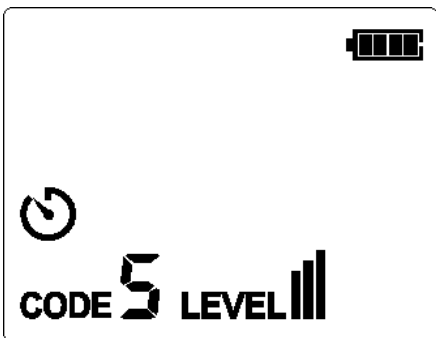

Abbildung 6.1.2a
2. Der Sender ist standardmäßig im eingeschalteten Zustand (Die Übertragung wird nicht vom Sender gestartet), drücken Sie kurz die START/STOP-Taste, um die Übertragung zu stoppen, wenn die Übertragung vom Sender gestartet wird. Wenn die LEVEL-Taste kurz gedrückt wird, blinkt das LEVEL-Symbol für 0.5 Sekunden, wie in Abbildung 6.1.2a dargestellt.